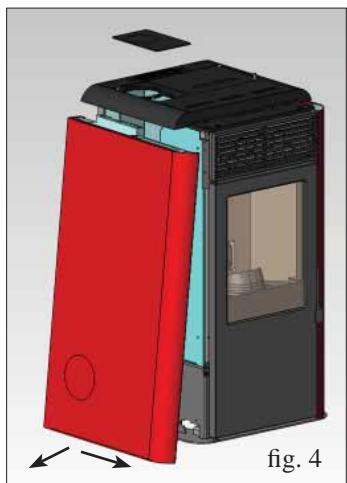

fig. 4
- Démonter le côté métallique gauche, en le déplaçant d'environ 2 cm vers la partie avant du poêle, en l'extrayant d'abord par le bas puis en le glissant sous le dessus (fig.4).